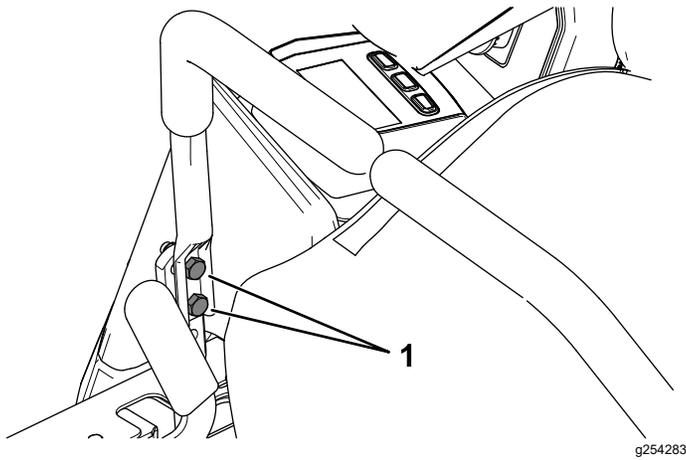

Bild 48
10. Wenn eine Ausrichtung erforderlich ist, lösen Sie die beiden Befestigungsschrauben des Fahrerhebels auf der falsch ausgerichteten Seite (Bild 48).
12. Ziehen Sie die beiden Befestigungsschrauben des Fahrerhebels fest (Bild 48).